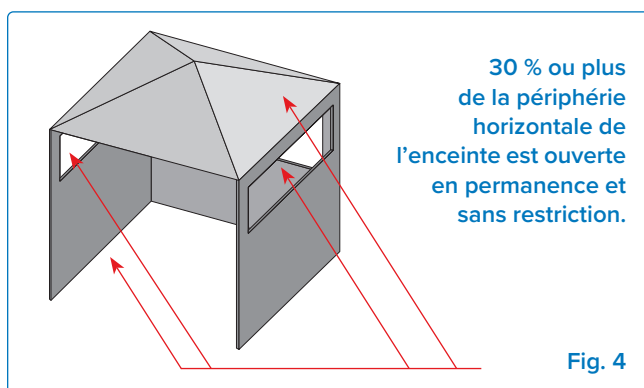
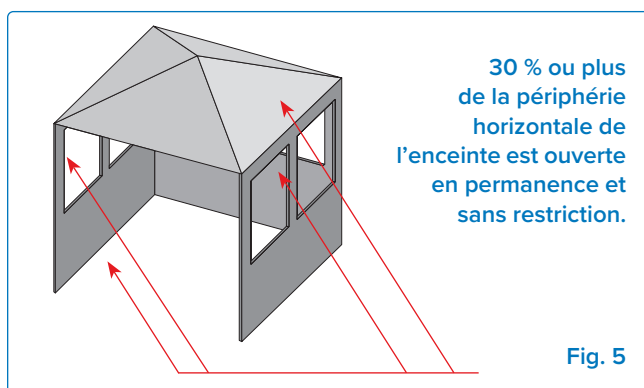

Fig. 4
Fig. 5
- Un appareil est considéré comme étant à l'extérieur s'il est installé dans un abri avec trois murs latéraux et une couverture supérieure, à condition que 30 % ou plus de la périphérie horizontale de l'enceinte soit ouverte en permanence (**Fig 4 & Fig 5**).